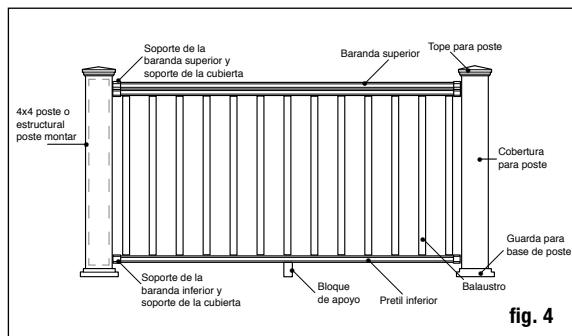

fig. 4
Paso 5 Recorte las coberturas de postes de 10.2 x 10.2 cm (4x4 pulg.) a la longitud adecuada. Las coberturas para poste deben ser al menos 3.8 cm (1-1/2 pulg.) más largas que la altura del barandal (fig. 4). Ejemplo: Para un barandal de 91.4 cm (36 pulg.) de altura, recorte la cobertura del poste a un mínimo de 96.5 cm (38-1/2 pulg.), puede dejarse más larga si se desea. Deslice una funda de poste recortada sobre cada poste de barandilla de 10.2 x 10.2 cm (4x4 pulg.) o montaje de poste. La cobertura para poste debe deslizarse fácilmente sobre el poste. NO FUERCE la cobertura de poste sobre el poste. Los postes de 10.2 x 10.2 cm (4x4 pulg.) torcidos o doblados deben ser reemplazados. Deslice una cenefa para base de poste (opcional) sobre cada cobertura de poste para un aspecto más acabado. *Nota: Se recomienda instalar la cenefa para base de poste antes de instalar el barandal inferior. Sin embargo, el diseño de dos piezas permite que el instalador añada la cenefa para la base del poste después de instalar el barandal. Para instalarla, aplique una línea delgada de pegamento transparente para construcción en exteriores a la parte interior de la cenefa para poste, en donde entrará en contacto con la cubierta del poste, y colóquela en su sitio alrededor de la base de la cobertura del poste.*